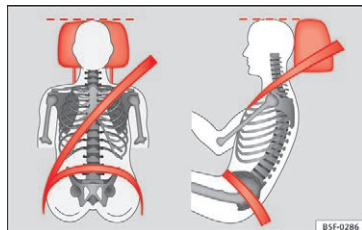

Fig. 74 Korrekt indstillet hovedstøtte set forfra og fra siden
- Indstil hovedstøtterne, så hovedstøtternes øverste kant er på højde med den øverste del af hovedet, men ikke lavere end øjenhøjden » Fig. 74.